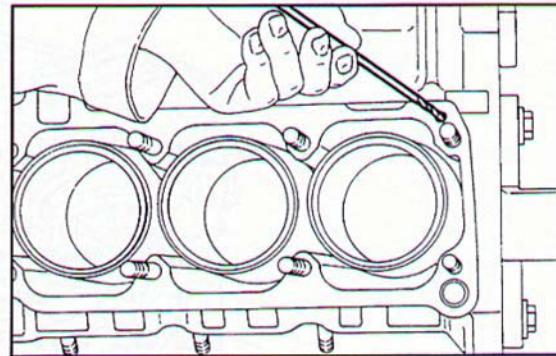

Fig. 96 ▲
- pulire i due condotti mandata olio alle teste cilindri, utilizzando l'apposita asta a punta elicoidale (**Fig. 96**);
- clean the two ducts taking oil to the cylinder heads, using the rod with the helix tip (**Fig. 96**);